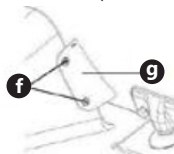

Fig. 8
- Allentare le viti (f) del dispositivo di sicurezza (g) situate sul retro del dispositivo con un cacciavite adatto e quindi rimuoverle (Fig. 8).